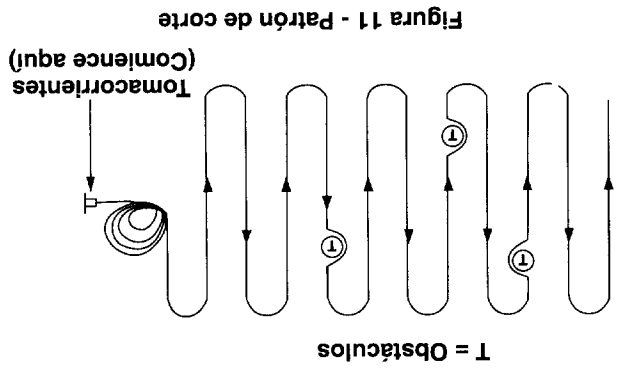

Figura 11 - Patrón de corte
• Corriente siempre en el punto más cercano a la fuente de potencia a la cual está conectado el cordón. Nunca corte el césped en círculos; recorra la vuelta sobre el césped, comenzando con el punto más cercano al tomacorrientes y a continuación alejándose del tomacorrientes de manera que el cordón esté apartado sobre el área cortada del césped. Vea la figura 11.